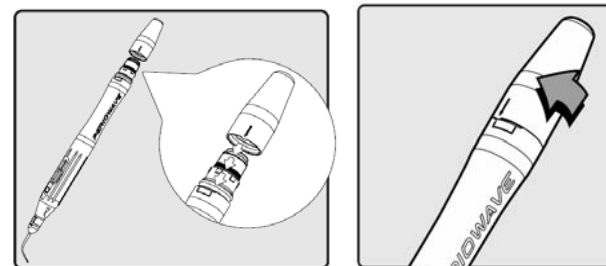

Figure 9 : Fixation du bouchon arrière
- S'assurer que le joint torique arrière demeure posé correctement et ne comporte aucune usure visible, et remplacer au besoin. Poser le bouchon arrière sur la gaine extérieure du HHL-1000, le tournant pour le bloquer en place (les marques sur la partie arrière de la gaine extérieure et le bouchon arrière indiquent un placement correct). Cela apparaît à la Figure 9.